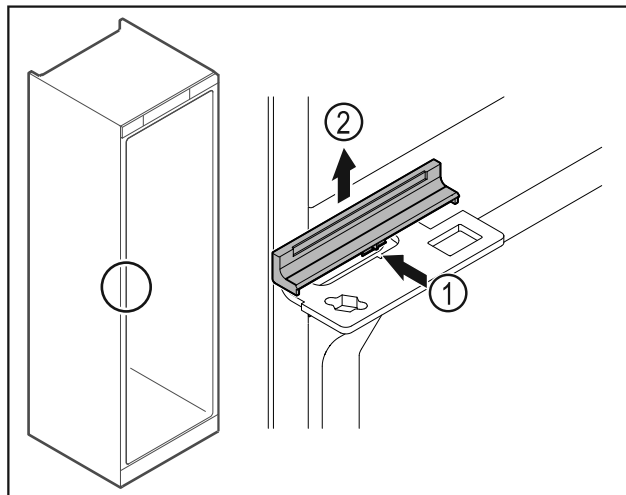

Fig. 42
- ▶ Apăsați apărătoarea Fig. 42 (1) ușor în centru și detașați-o în sus Fig. 42 (2).